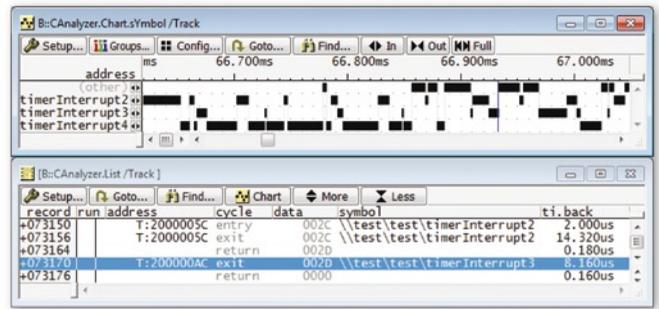

Fig. 1: Trace des interruptions pour le Cortex-M3.
b) Génération d'une Trace pour les IP (Intellectual Property) internes au processeur comme la trace des interruptions (figure 1).